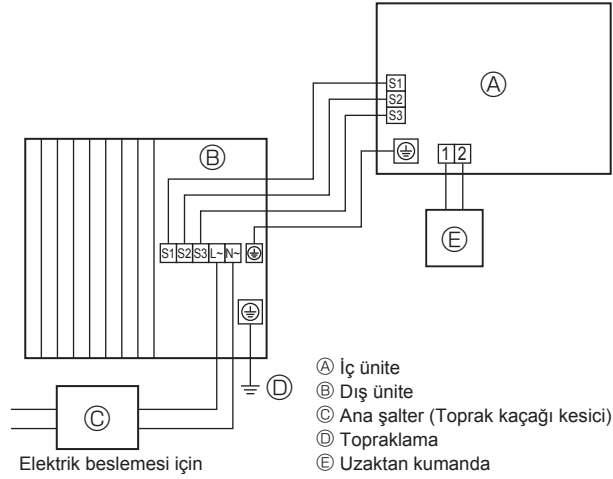
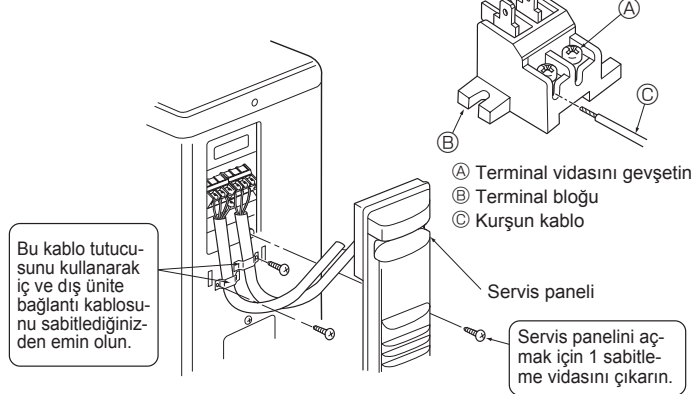
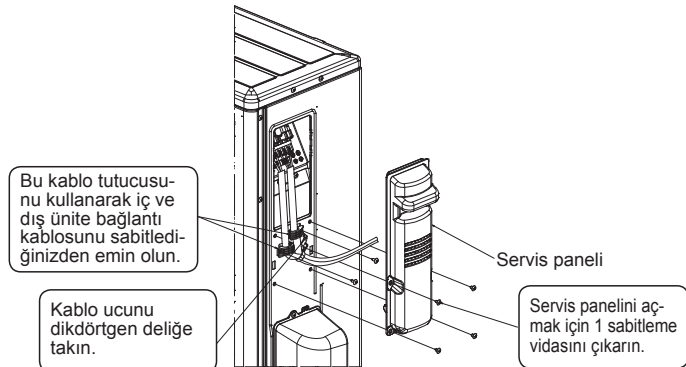

Fig. 6-1
Fig. 6-3
Fig. 6-4
6.1. Dış ünite (Fig. 6-1, Fig. 6-2, Fig. 6-3, Fig. 6-4)
- ① Servis panelini çıkarın.
- ② Fig. 6-1, Fig. 6-2, Fig. 6-3 ve Fig. 6-4'e bakarak kabloları döşeyin.